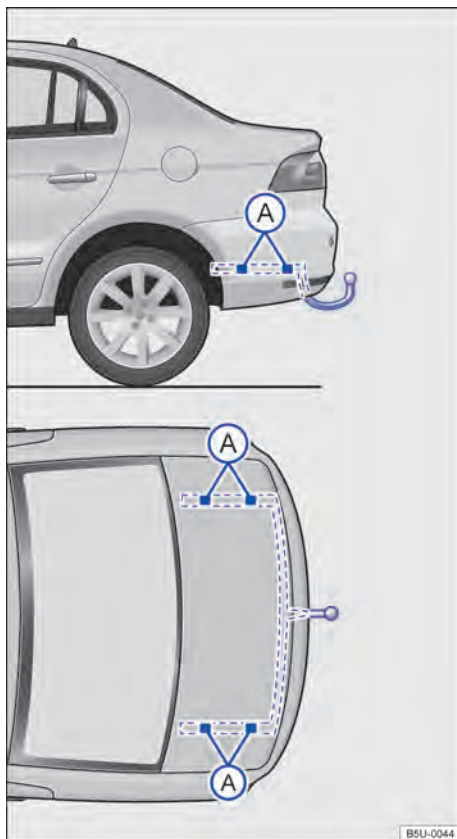

Fig. 102 Pontos de fixação para instalar um dispositivo de reboque posteriormente.
A figura → Fig. 102 ilustra, como exemplo, o ponto de fixação para instalar um dispositivo de reboque do modelo Novo Voyage.
A montagem posterior de um dispositivo de reboque deverá ser efetuada de acordo com as instruções do respectivo fabricante do engate, sempre respeitando os pontos de fixação indicados na → Fig. 102 (A).